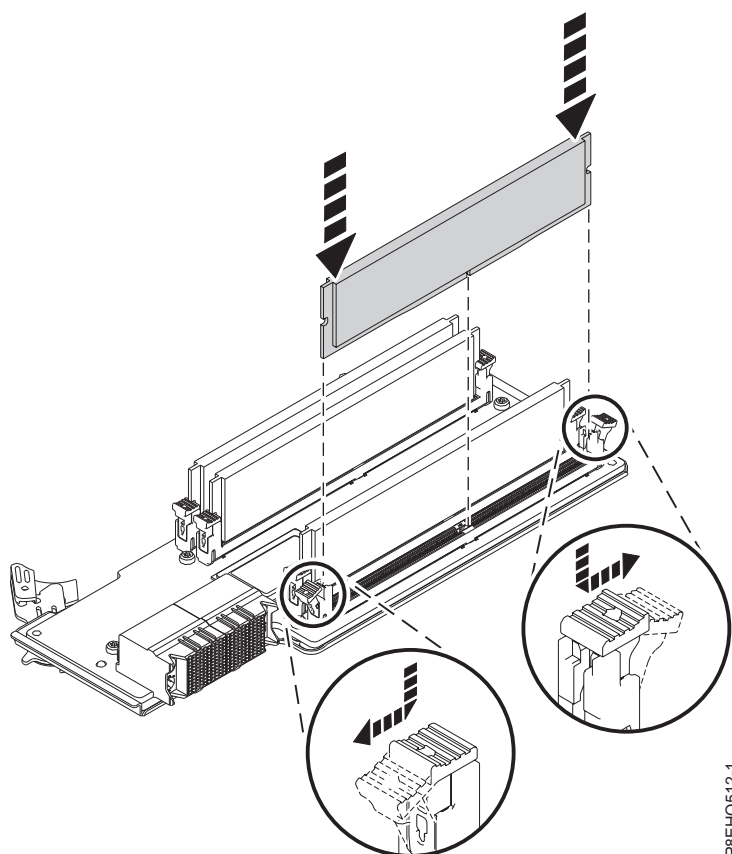

Figura 32. Instalando uma memória DIMM em um slot no riser
- a. Empurre as guias de travamento para a posição aberta, para fora do slot, na direção mostrada em Figura 32 na página 25.
- b. Segure a memória DIMM ao longo das suas bordas e alinhe-a com o slot no riser. Consulte Figura 32.